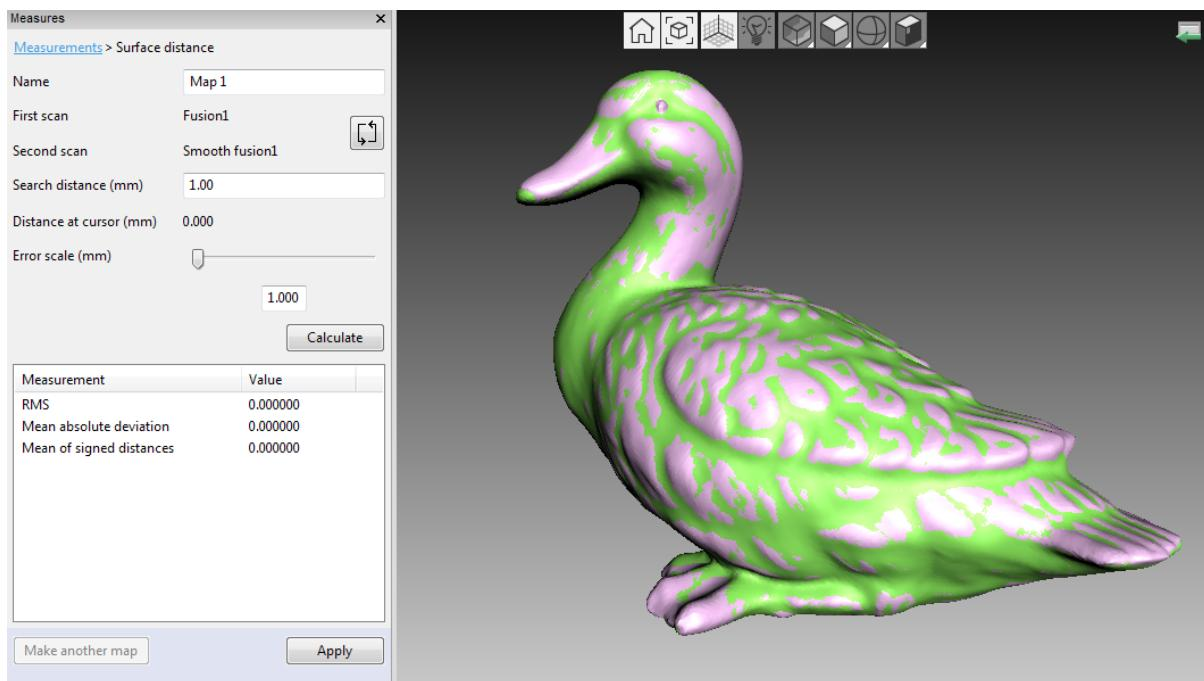

Рис. 9.12: Указание параметров для расчета карты расстояний
- Если необходимо, введите название карты расстояний в поле *Наименование* на панели *Измерения* (Рис. 9.12). По умолчанию программа создает новые карты расстояний с названиями Кarta 1, Кarta 2 и т. д.